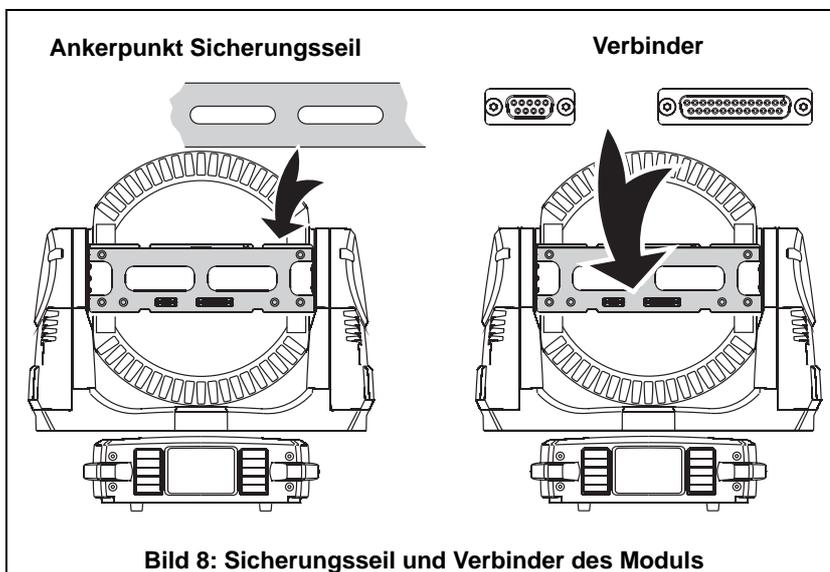

Bild 8: Sicherungsseil und Verbinder des Moduls
3. Das Modul wird in umgekehrter Reihenfolge montiert (siehe Bild 8). Befestigen Sie das Sicherungsseil. Achten Sie das richtige Einrasten der Steckverbinder, während Sie das Modul auf den Kopf schieben.